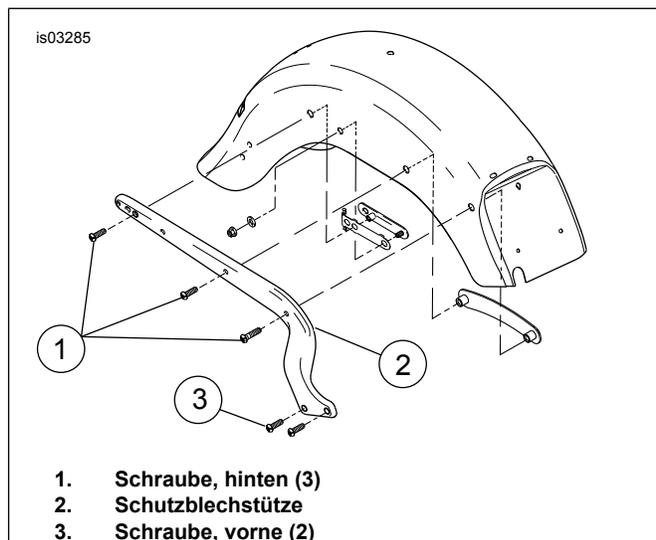

Abbildung 5. Schutzblechstützenschrauben und Schutzblechstütze
1. Siehe Abbildung 5. Die drei hinteren Schrauben (1) von der Schutzblechstütze (2) entfernen.
2. Die zwei vorderen Schrauben (3) an der Schutzblechstütze lockern aber nicht entfernen.
- Siehe Abbildung 5. Eine der rückwärtigen Schrauben (1) einbauen, um die Schutzblechstütze während der Kabelverlegung in der Einbaustellung zu halten. Die Schraube anbringen aber noch nicht fest anziehen.